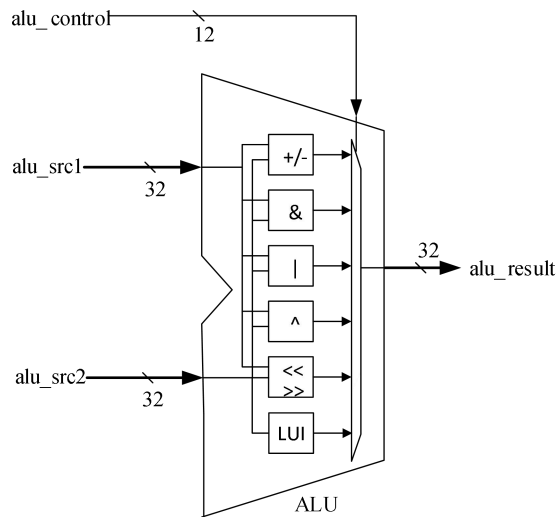

图 5.3 ALU 的原理图
- 4) 实验报告中的原理图就用图 5.3 即可，不再是顶层模块图。实验报告中应该有两个表，第一个表为验证实验初始的 11 种运算，表中列出操作码、操作数和运算结果；第二个表是改进实验后的 11+3 种运算的验证，表中列出操作码、操作数和运算结果。注意自行添加的三种运算还需要附上实验箱验证照片。